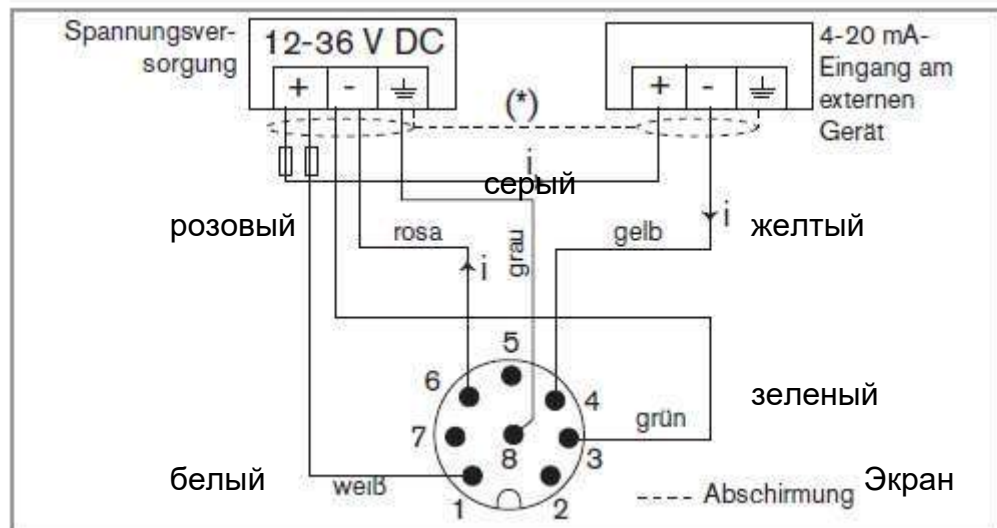

Рис. 30: Подключение «сток» токового выхода версии с 8-полюсным разъемом M12
Токовый выход может подключаться как «исток» или «сток». См. соответствующие схемы подключения на рис. 30 и 31.
- (1) Установите защиту от избыточного напряжения в зависимости от выбранной нагрузки, напр., разъем по EN 175301-803 со встроенным варистором.
- (2) При использовании токового выхода подключите 8-полюсный разъем M12 согласно рис. 30 или 31 как «сток» или «исток».
(1) Установите защиту от избыточного напряжения в зависимости от выбранной нагрузки, напр., разъем по EN 175301-803 со встроенным варистором.
(2) При использовании токового выхода подключите 8-полюсный разъем M12 согласно рис. 30 или 31 как «сток» или «исток».